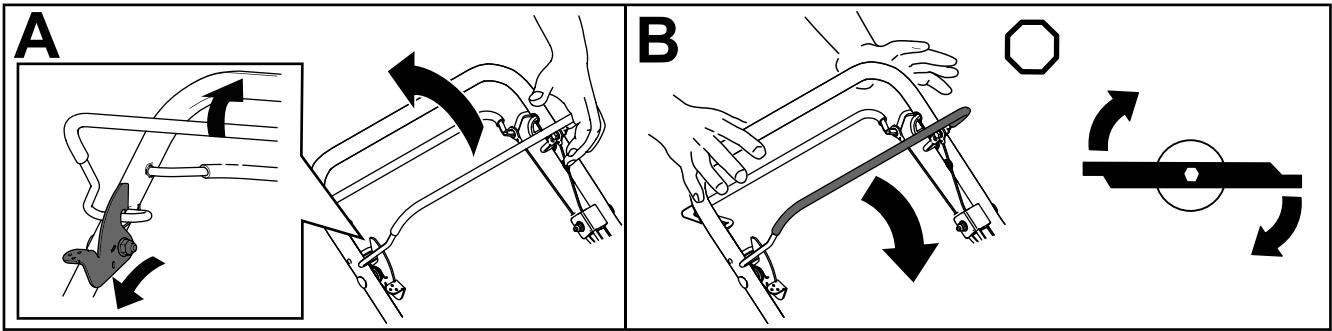

Bild 17
1. Halten Sie den Sperrhebel für den Schaltbügel nach vorne gedrückt, um den Schaltbügel zu lösen (A in Bild 17).
2. Ziehen Sie den Schaltbügel zum Griff und lösen Sie den Sperrhebel für den Schaltbügel; das Messer sollte einkuppeln (A in Bild 17).
3. Lassen Sie den Schaltbügel los, um das Schnittmesser auszukuppeln (B in Bild 17). Der Sperrhebel für den Schaltbügel wird zurückgesetzt, um den Schaltbügel zu verriegeln.